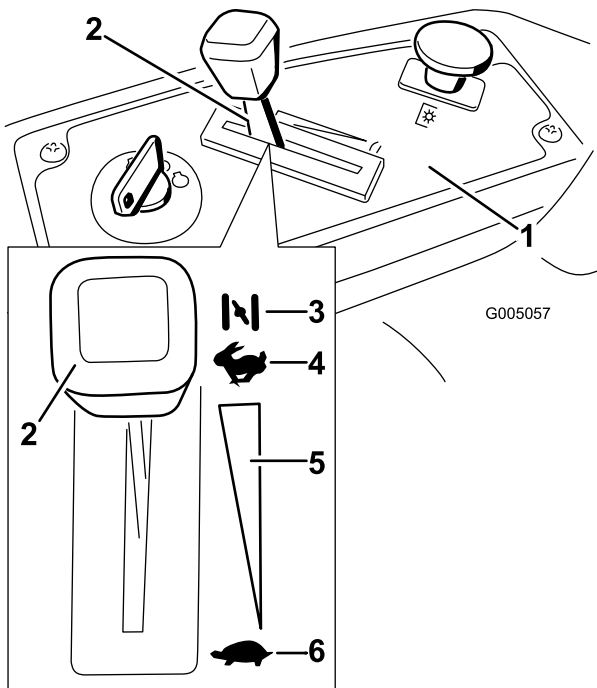

Figura 11
- Mueva la palanca del acelerador a la posición Estárter antes de arrancar el motor si éste está frío (Figura 11).
- Quando el motor arranque, mueva el acelerador a la posición Rápido (Figura 11). Si el motor se cala o funciona irregularmente, vuelva a colocar el acelerador en Estárter durante unos segundos. Repita este procedimiento tantas veces como sea necesario.
3. Gire la llave de contacto a la posición Desconectado (Figura 11) y retire la llave.